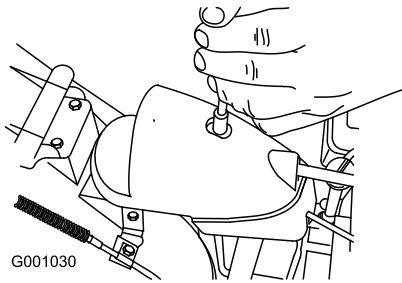

Figure 48
1. Retirez la fixation du couvercle du secteur denté (Figure 48), soulevez l'avant du couvercle et faites-le coulisser en arrière de façon à l'écarter.